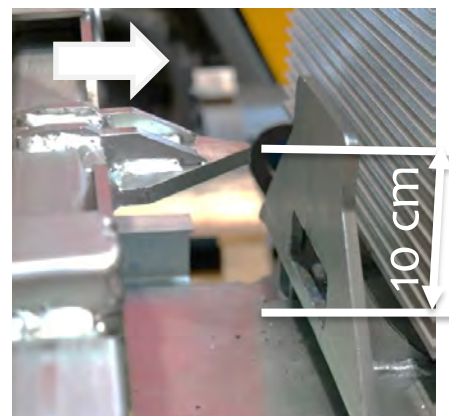

Fig. 1
- 3) Tenere d'occhio la distanza e la posizione dell'aletta di bloccaggio (sul retro del cassone ribaltabile) rispetto alla piastra di bloccaggio (sul telaio del cingolo) (**Fig. 1**). **Non** appena la distanza tra il naso di bloccaggio e la piastra di bloccaggio è solo circa 10 cm, interrompere la retromarcia.